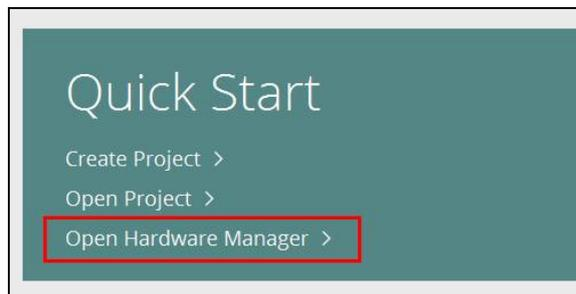

Рис. 1-5 Запуск Hardware Manager
7. На стартовой странице программы *Vivado Lab 2018.3* в группе «Quick Start» нажать «Open Hardware Manager» (Рис. 1-5).